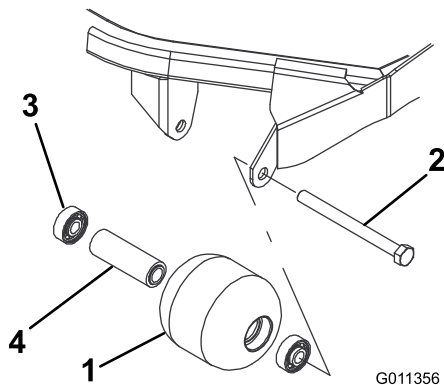

Figura 68
1. Retire o parafuso de montagem do rolo (Figura 68).
4. Verifique se a estrutura dos rolamentos, os rolamentos e o espaçador de rolamentos estão danificados (Figura 68).
1. Introduza o primeiro rolamento na estrutura do rolo (Figura 68). Empurre só a calha externa ou, então, exerça o mesmo tipo de pressão nas calhas interna e externa.
2. Coloque o espaçador (Figura 68)
3. Introduza o segundo rolamento na estrutura do rolo (Figura 68) exercendo o mesmo tipo de pressão nas calhas interna e externa até a calha interna entrar em contacto com o espaçador.